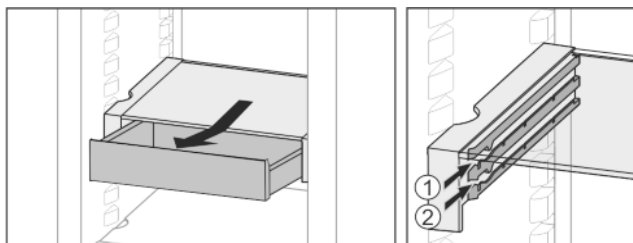

Fig. 23
- ▶ На любой высоте Fig. 23 (1) или Fig. 23 (2) вставить.